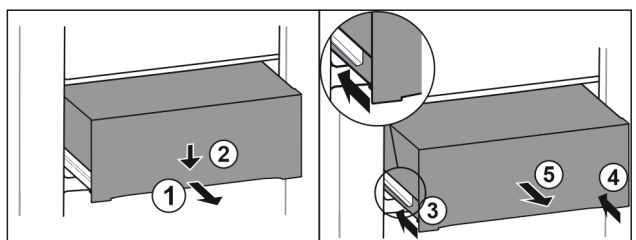

Fig. 139
- ▶ Zásuvku napůl vytáhněte. Fig. 139 (1)
- ▶ Stlačte zásuvku na přední straně dolů. Fig. 139 (2)
- ▶ Zasuňte levou kolejničku přibližně do 2 cm. Fig. 139 (3)
- ▶ Zasuňte pravou kolejničku přibližně do 2 cm. Fig. 139 (4)
- ▶ Vyjměte zásuvku dopředu. Fig. 139 (5)